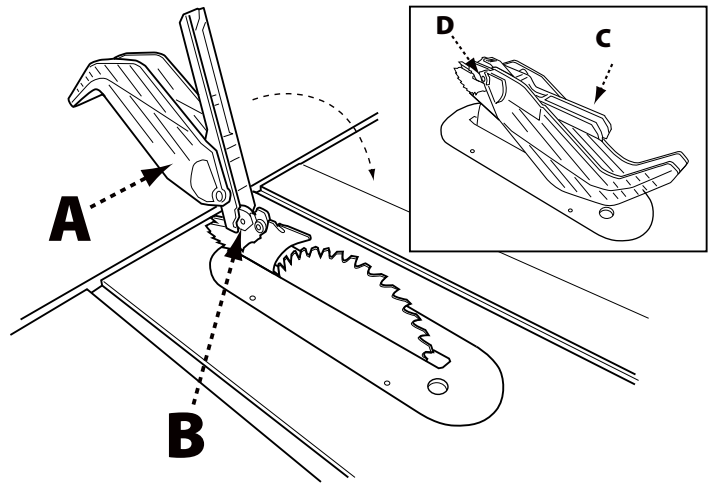

FIGURA 13
1. Al tiempo que sostiene el ensamblaje de guarda para hoja (A) en posición vertical, enganche el pasador de posicionamiento (B) situado en la parte posterior del ensamblaje de guarda para hoja dentro de la ranura situada en el borde posterior del separador.
2. Gire el ensamblaje de guarda para hoja hacia la parte frontal de la sierra hasta que la parte metálica (C) del ensamblaje de guarda para hoja esté paralelo con la mesa como se muestra en la Figura 13.
3. Al tiempo que sujeta la parte frontal de la parte metálica de la guarda (C) presione la palanca de bloqueo de la guarda para hoja (D) hacia abajo hasta escuchar un chasquido para trabarla en su lugar. Verifique que la guarda esté enganchada al separador jalando de la misma. Si la guarda no está sujeta, la palanca de bloqueo de la guarda para hoja se levantará a la posición de desbloqueo.